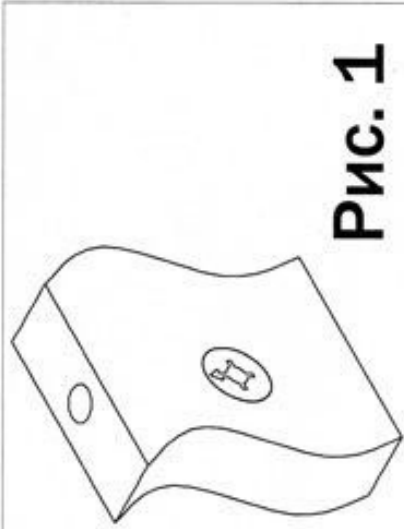
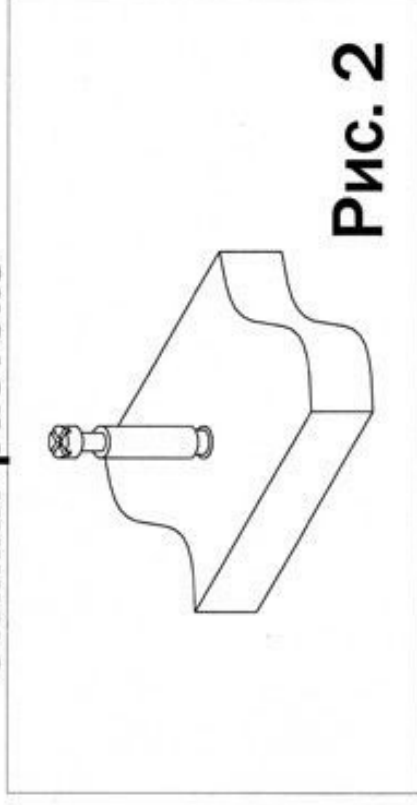

Рис. 1
Рис. 2
1. Закрутить в пластиковые муфты расположенные в полке 6 дюбеля стяжек-растекс (4) (см. рис.2). Вставить стяжки растекс (3) в отверстия диаметром 15 мм расположенные в боковинах 1 (см. рис.1). Забить шканты (1) в соответствующие торцевые отверстия боковин 1 и соединить их с полкой 6. Фиксацию стяжек-растекс (3) произвести путем поворота их по часовой стрелке. Далее забить шканты (1) в торцевые отверстия